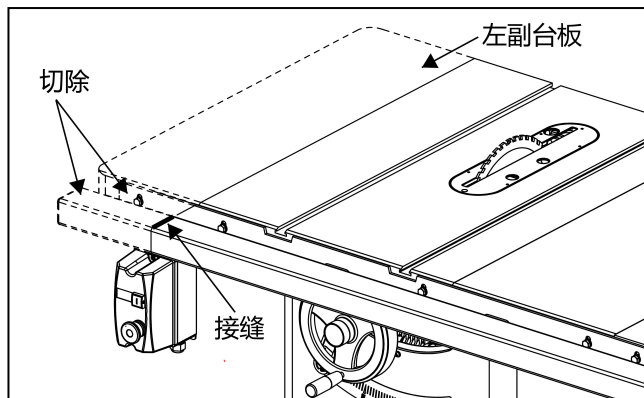

图 7
方法二： 找到主台板和左副台板的接缝（如果没有安装副台板的话，找到主台板的左侧边）。分别在前导轨、后导轨、和导向管距离接缝（或者侧边）右边 1/4" (6.35mm) 处做上标记。锯下导轨端部，如图 7，（这是最快和最简单的方法）。
4. 如果您的台锯上的开关是安装在左侧，如图 7 所示，您需要将开关安装到滑台的底部或者其他位置。滑台底部预留有安装孔，能够满足本说明书中所列出的台锯产品的安装需要。